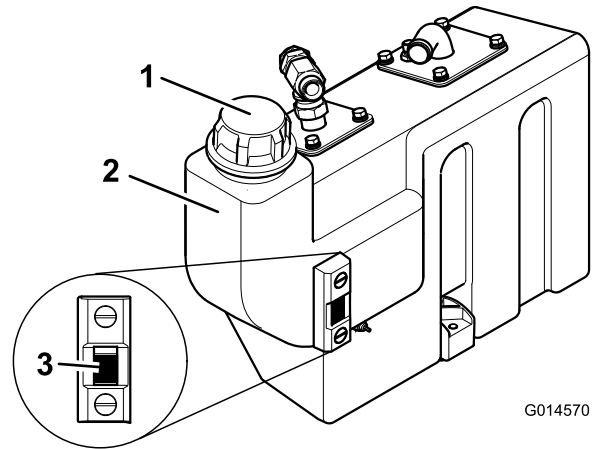

Figura 29
3. Se for necessário óleo hidráulico adicional, limpe a zona em redor do tubo de enchimento e da tampa do depósito hidráulico (Figura 29) e retire a tampa.